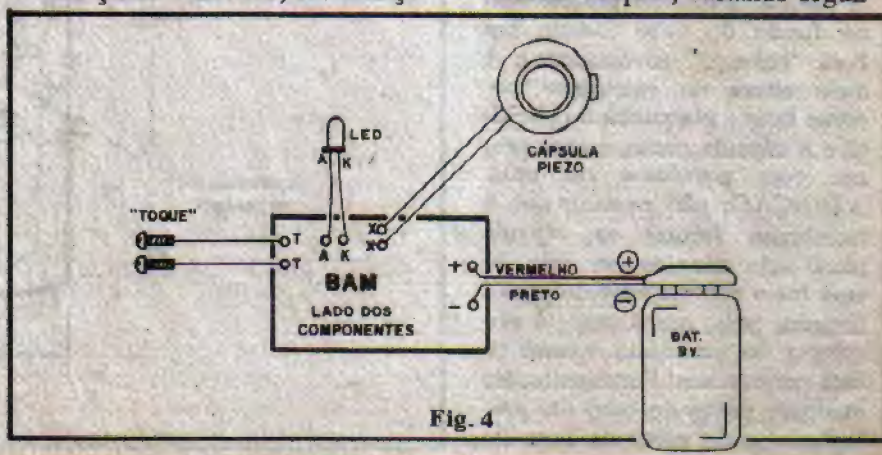

Fig. 4
- **FIG. 4** — Conexões externas à placa (esta ainda vista pelo lado dos componentes). São todas também simples, bastando seguir